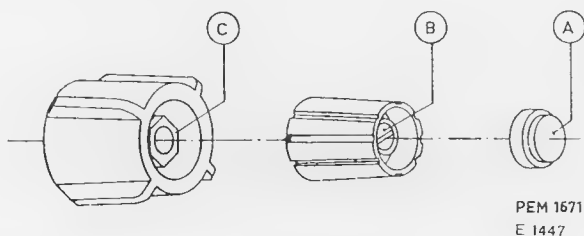

Fig. 10. Verwijderen van de knoppen
B. VERWIJDEREN VAN DE KNOPPEN (fig. 10)